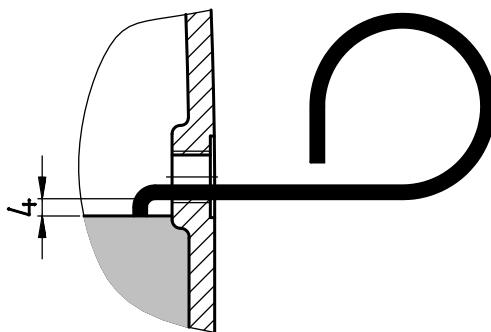

Рисунок 32: Проверка уровня масла с помощью масломерного стержня
2. Проверить уровень масла с помощью прилагаемого масломерного стержня (артикул № 28300500), как изображено на Рисунок 32. Часть стержня, погружающуюся в масло, держать вертикально. Максимальный уровень масла – нижний край отверстия для контроля уровня масла. Минимальный уровень масла находится на расстоянии 4 мм от нижнего края отверстия для контроля уровня масла. Удерживая маслоизмерительный стержень вертикально, погрузить его в масло.